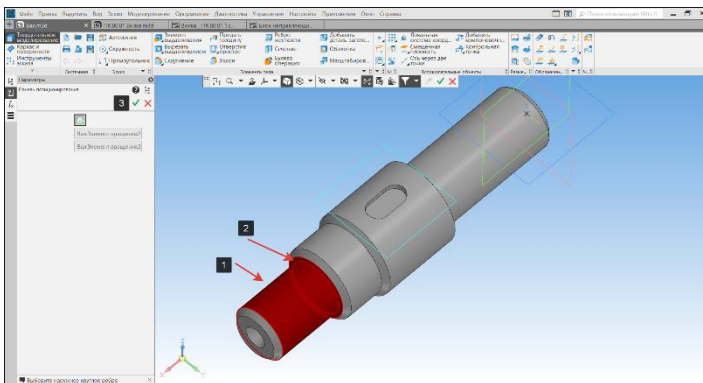

Рисунок 111 – Область построения канавки
- После того, как будет указана кривая, на трехмерной модели подсветится красным цветом цилиндрическая поверхность (1) и торец цилиндра. В месте пересечения будет построен макрос канавки под выход шлифовального круга (Рисунок 111);
- Наждем на кнопку Создать объект и перейдем в окно библиотеки (3) (Рисунок 111);